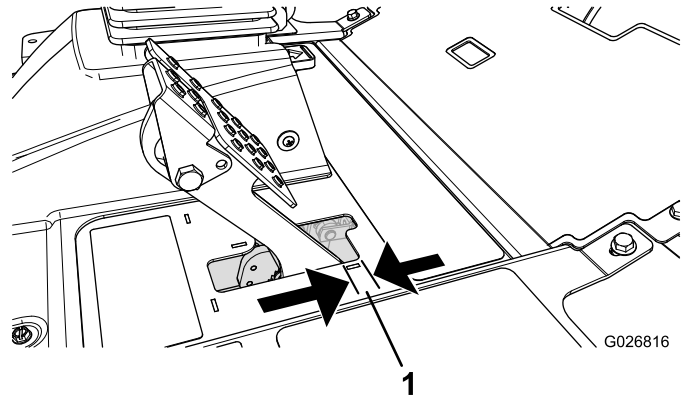

図 88
ブレーキペダルの「遊び」図 88が 2.5 cm 以上となったり、強く踏み込まないとブレーキの効きが悪いと感じられるようになったら、調整を行ってください。遊びとは、ブレーキペダルを踏み込んでから抵抗を感じるまでのペダルの行きしろを言います。
2. 後ナットを締めてケーブルを後方に移動させて、ホイールがロックする前のブレーキペダルの遊び図 88が 0.63-1.27 cm になるように調整する。